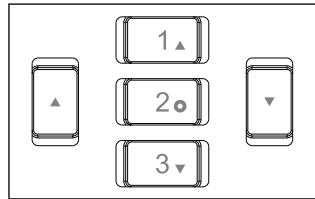

Figure 1-6
1. Lecture de température rapide: en fonctionnement normal, appuyez un coup sur la touche "1 ou 2 ou 3" (comme Figure 1-6), pour rapidement lire les valeurs définies de température enregistrées dans les canaux "1 ou 2 ou 3".